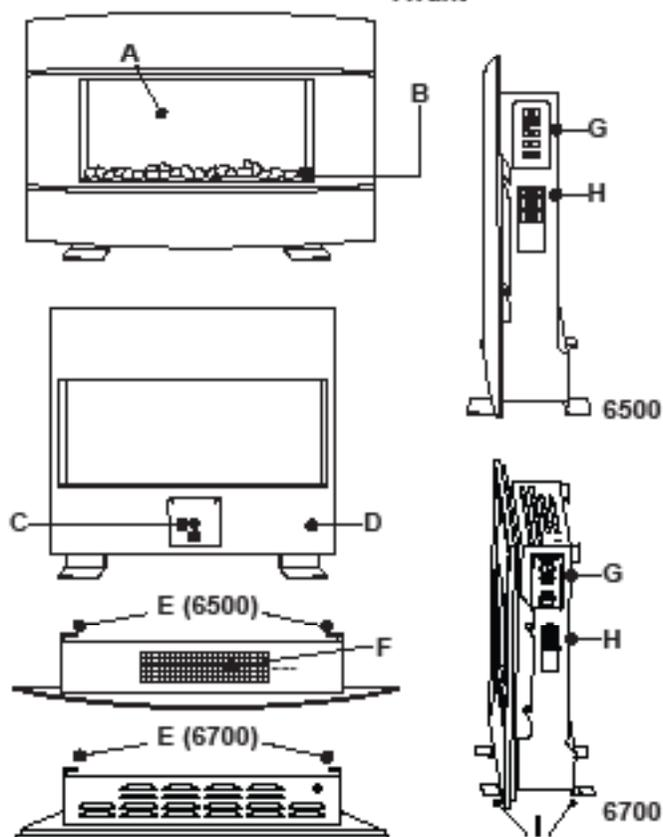

Figure 2
- Le fonctionnement du radiateur se contrôle avec la télécommande (fig. 3) ou le tableau de commande (fig. 2), sur le côté de l'appareil.
1. Réglez l'interrupteur MARCHE-ARRÊT principal à la position (O) (voyez la fig. 2, N).
4. Réglez l'interrupteur MARCHE-ARRÊT principal à la position (–) (voyez la fig. 2, N).